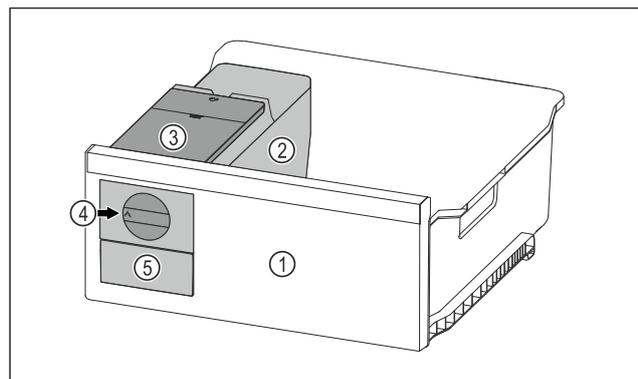

Fig. 66 Beispielhafte Darstellung
- ▶ Drehknopf Fig. 66 (4) im Uhrzeigersinn bis zum Anschlag drehen.
- ▷ Eiswürfel fallen aus der Eiswürfelschale in das Eiswürfelschubfach Fig. 66 (5).